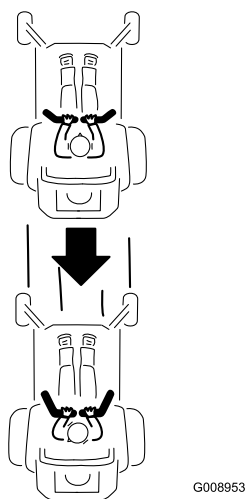

Bild 18
2. Ziehen Sie zum Rückwärtsfahren die Fahrtriebshebel langsam nach hinten (Bild 18).
Wenden Sie zum Geradeausfahren auf beide Fahrtriebshebel denselben Druck an (Bild 18).